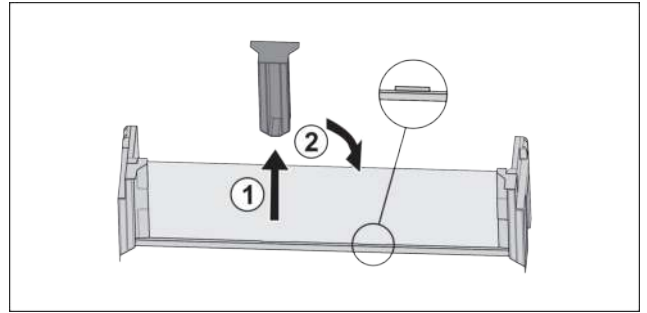

Fig. 54 *
- Mittleres Halteteil abziehen Fig. 54 (1).*
- Mittleres Halteteil auf zweiter Position einsetzen Fig. 54 (2).*